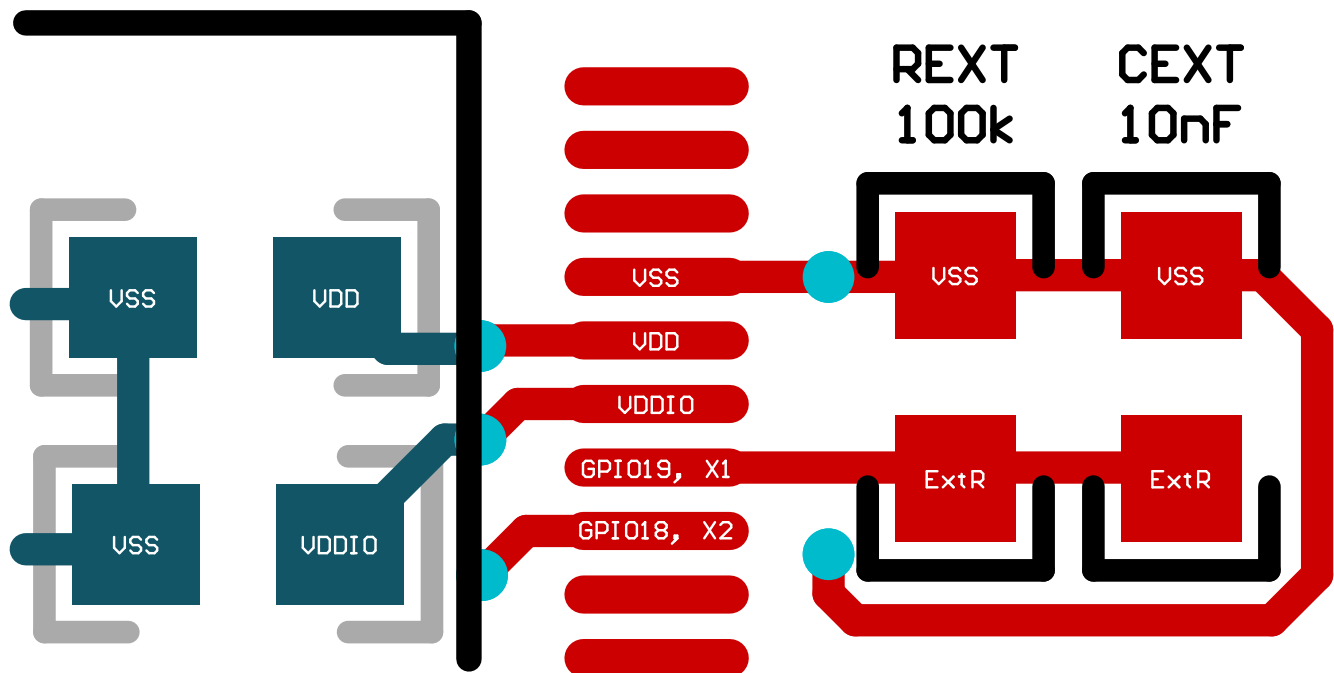

図 6-21. ExtR の PCB レイアウト例
- 図 6-21 に示すように、ExtR 配線の周囲に VSS によるガード・トレースを配置することを推奨します